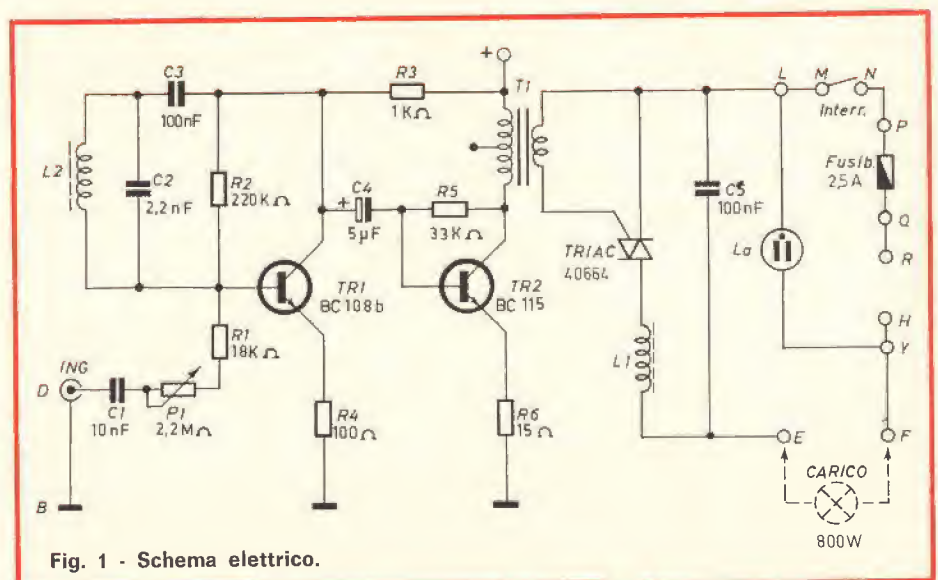

Fig. 1 - Schema elettrico.
Fig. 1 - Aspetto d'insieme del gruppo luci psichedeliche da 800 W cad. Esso è composto dall'UK 745 per le frequenze acute, dall'UK 750 per frequenze medie e dall'UK 755 per frequenze basse.
**I**l funzionamento del circuito è deducibile dallo schema di fig. 1, nel quale si nota che il segnale di B.F. applicato in ingresso al punto D viene inviato alla base di TR1 attraverso il condensatore di accoppiamento C1 ed il potenziometro P1 che regola il segnale nella quantità voluta.